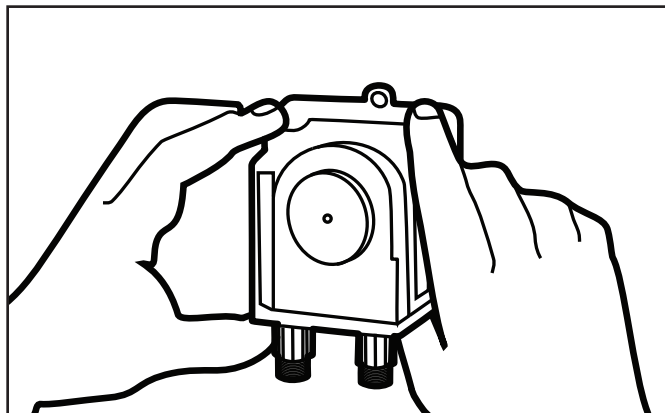

Figure 21. Aligner le couvercle
2. Aligner le couvercle du boîtier du tube avec la rainure et glisser par-dessus le tube jusqu'à fermeture complète. Se reporter à la Figure 21.